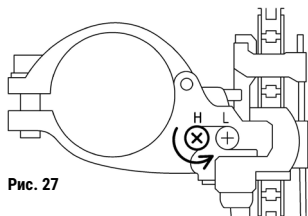

Рис. 27
2. Поворачивая регулировочный винт верхней границы (обычно маркируется «H») против часовой стрелки (рис. 27), добейтесь такого положения рамки переключателя, при которой она уже не будет реагировать на поворот регулировочного винта.